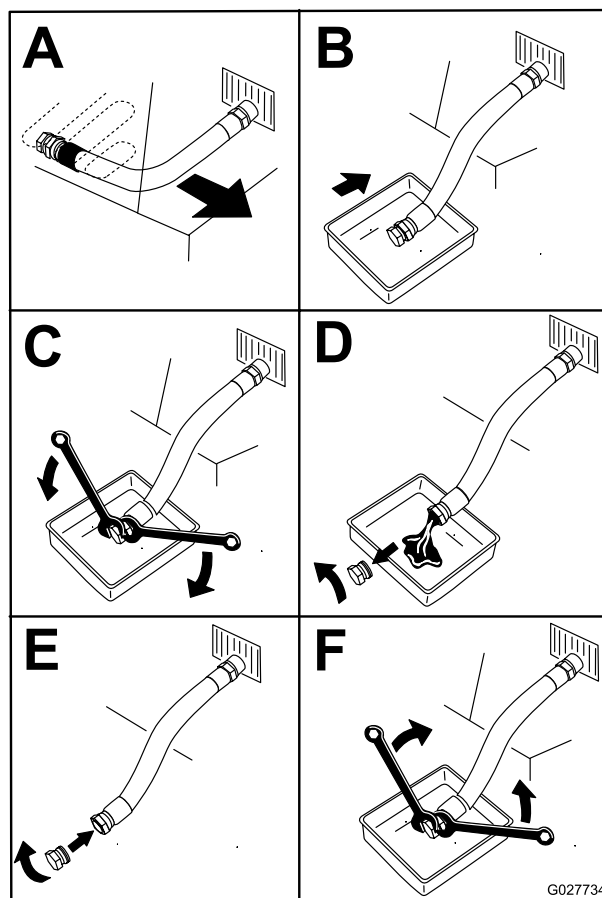

Figura 55
4. Pare el motor, retire la llave y espere a que se detengan todas las piezas en movimiento antes de abandonar el puesto del operador (Figura 55).